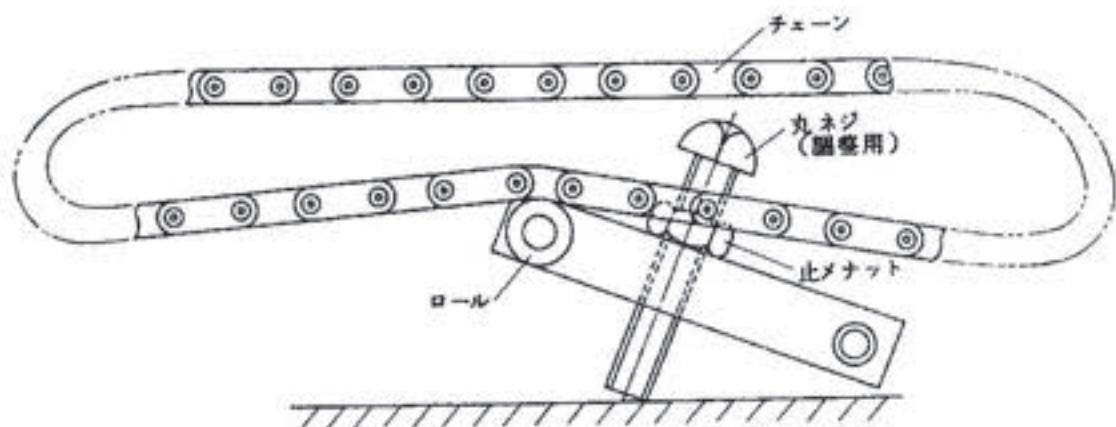

図1.1.3 テンションローラ
- (2) 玉軸受を齧車箱に挿入する場合、ねじれがなければ軽く挿入できます。ねじれたままで無理な力を加えないでください。
(3) キャリッジ内部のチェーン(図1.1.3参照)